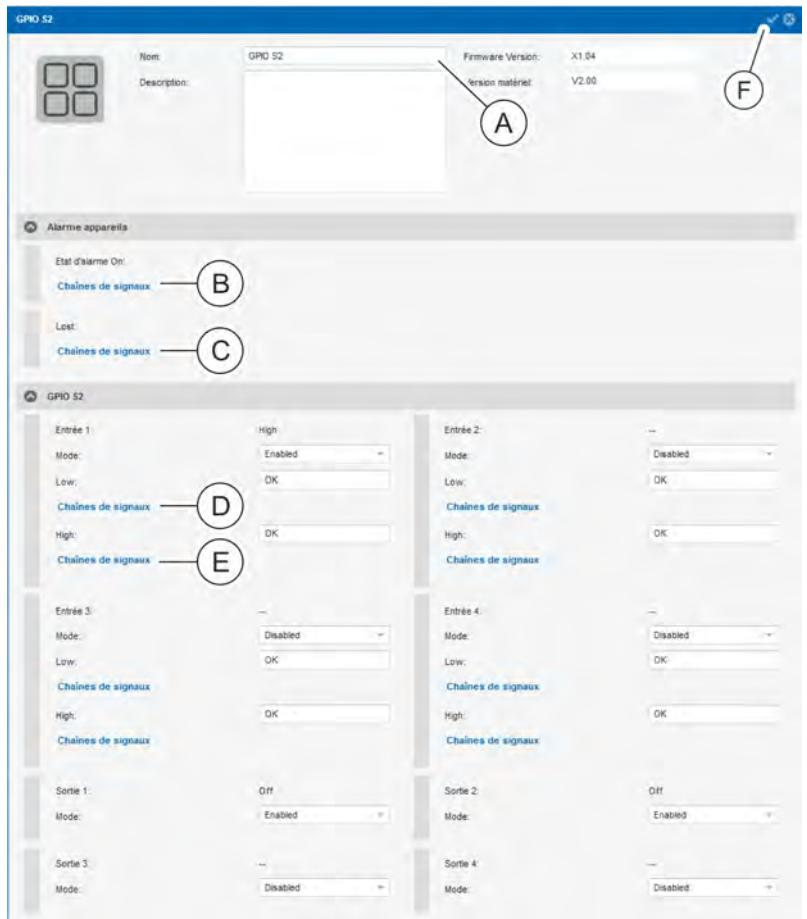

Fig. 130 : Menu « État » – Onglet « Capteurs » (affichage détaillé)
6. ➔ Si nécessaire, modifier la désignation du module GPIO sélectionné et, si nécessaire, ajouter une description (Fig. 130 /Ⓐ).
7. ➔ Si nécessaire, affecter une chaîne de signaux pour l'entrée correspondante pour le signal Low au moyen du bouton « Chaines de signaux » (Fig. 130 /Ⓑ).
11. ➔ Si besoin, affecter une chaîne de signaux pour chaque entrée pour le signal High au moyen du bouton « Chaines de signaux » (Fig. 130 /Ⓓ) (similaire aux étapes 8 à 10).
- 12.➤ Si nécessaire, configurer une chaîne de signaux dans la zone « *Alarme appareils* » pour « *État d'alarme Lost* » et « *État d'alarme OK* ». Pour ce faire, cliquer sur le bouton « *Chaînes de signaux* » (Fig. 130 /⑧ ou ⑨).
- 14.➤ Appuyer sur le bouton *Enregistrer* (Fig. 130 /⑧) pour reprendre la configuration.